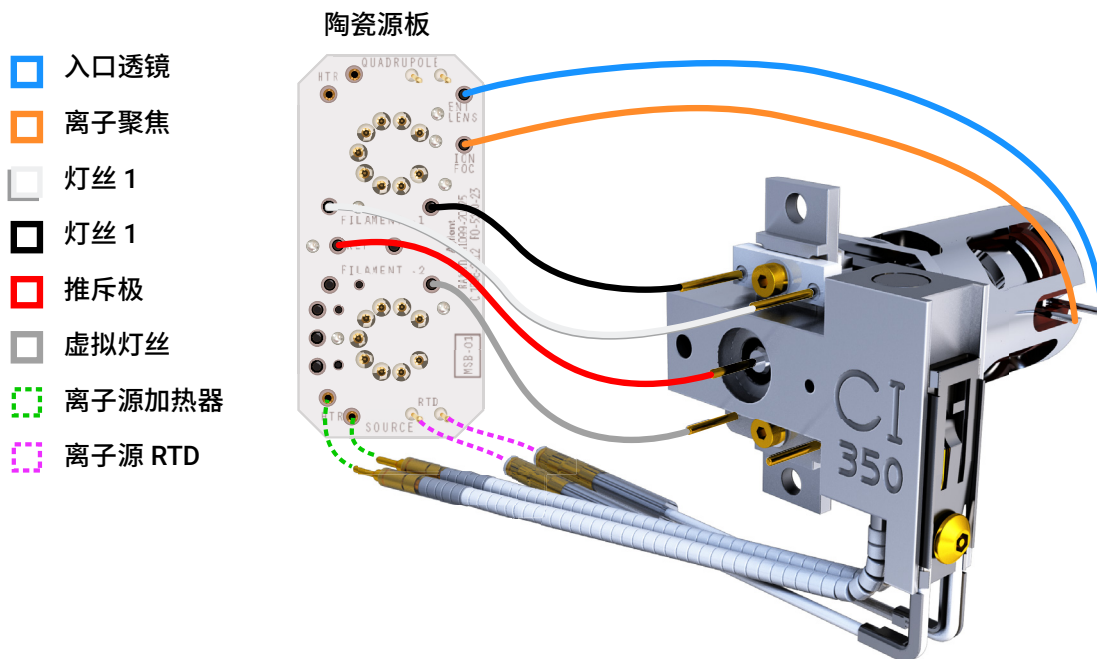

图 75 陶瓷源板和离子源之间的配线
- 1 使用钳子连接 / 断开离子源接头上的陶瓷板引线（红、白、黑和灰）。（请参阅图 75。）
- 2 使用钳子连接 / 断开源接头上的离子源加热器引线。（请参阅图 75。）